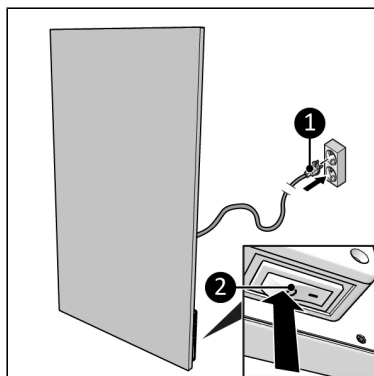

Figure 57.
2. Assurez-vous que le commutateur ON/OFF est en position OFF (Figure 57, pos. 2).
3. Insérez la fiche d'alimentation (Figure 57, pos. 1) dans une prise murale reliée à la terre et facilement accessible. Utilisez une prise murale mise à la terre d'une puissance minimale de 1000 watts.